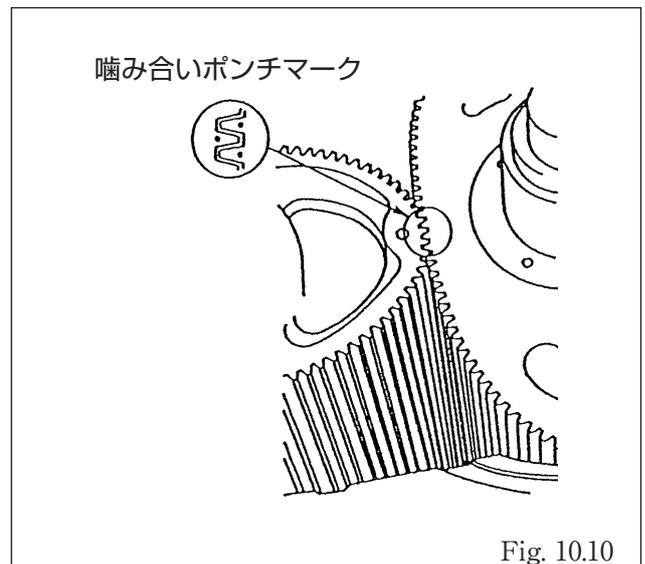

Fig. 10.10
- (2) オーバル回転子を組込む際には歯端面にある合マークを必ず合せてください。(Fig.10.10)
- (3) 後蓋側のスラストリングを組込む際はグリースを付着させて組込んでください。
- (4) 蓋用Oリング(106)に異常が無い点検してください。